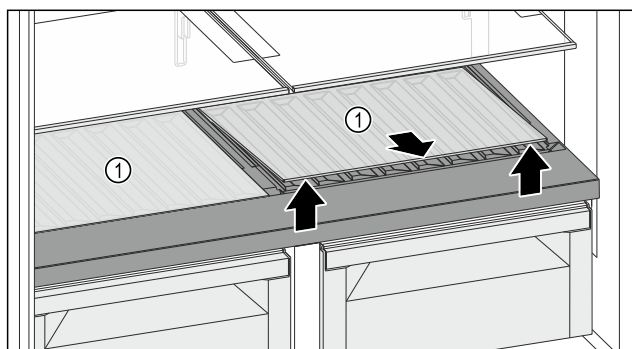

Fig. 117
- Een glasplaat of beide glasplaten Fig. 117 (1) bij de uitsparing aan de voorzijde optillen en verwijderen.
- Glasplaat / Glasplaten Fig. 117 (1) goed bewaren buiten het apparaat.